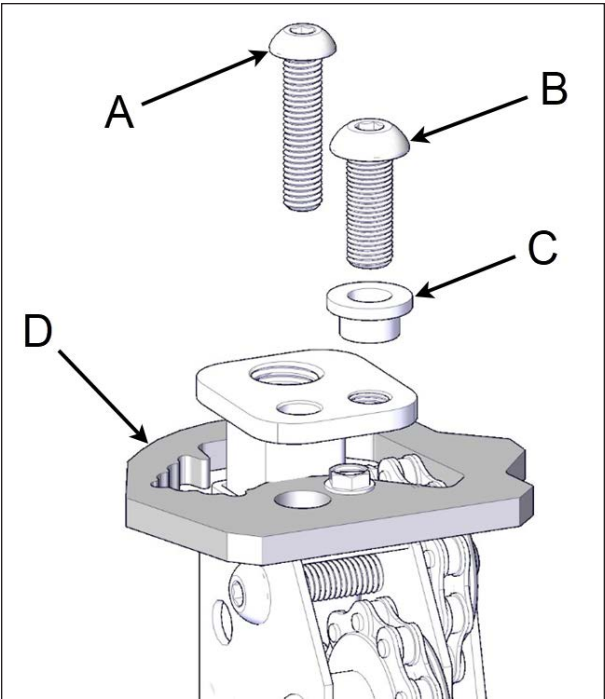

FIGURE 24: VIS DE VERROUILLAGE DU VÉRIN (ITEM A)
17. Une fois tous les arbres d'entraînement installés, les vis de verrouillage sur le dessus des vérins peuvent être retirées en toute sécurité. Pour chaque vérin, retirer la vis à tête à six pans creux M8 x 50 mm et conserver pour utilisation ultérieure, voir item « A » dans la Figure 24.
18. Démontez la vis à tête à six pans creux 3/8 po x 1 po avec une clé hexagonale 7/32 po (5,5 mm) sur le dessus de chaque vérin, voir item « B » dans la Figure 24. Conserver cette vis et la douille (item « C ») en lieu sûr pour une utilisation ultérieure.